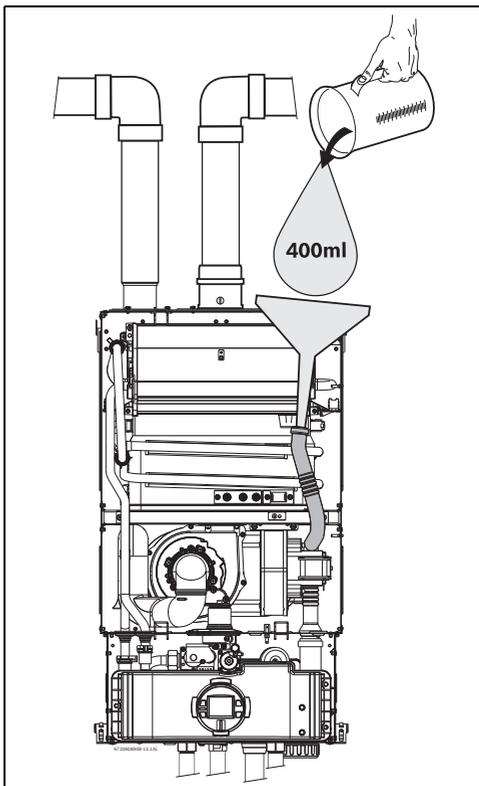

Fig. 50 Llenado del depósito de agua después de la instalación
- ▶ Llenar el depósito de aguas condensadas con aproximadamente 400ml de agua a través del tubo de condensados. Para evitar daños en el aparato utilice un embudo en la extremidad del tubo (consultar Fig. 50).
- ▶ Colocar la caja electrónica en la posición de "Mantenimiento", encajando las aletas en los orificios de la chapa metálica inferior de la caja estanca (consultar Fig.50).